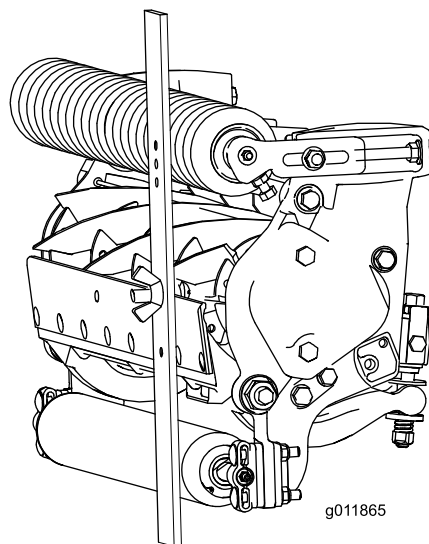

Рисунок 16
3. Зацепите головку болта за режущую кромку неподвижного ножа и расположите задний конец планки на заднем валике (Рисунок 16).
4. Поворачивайте регулировочный болт до тех пор, пока передний валик не коснется измерительной планки (Рисунок 16). Регулируйте оба конца валика до тех пор, пока весь валик не встанет параллельно неподвижному ножу.